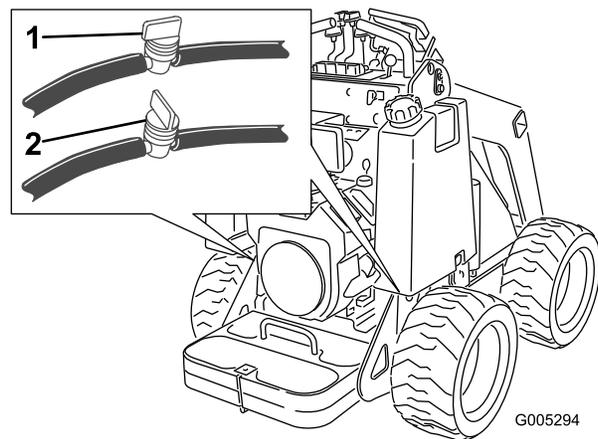

図 31
2. 各燃料タンクの下にある燃料バルブを閉じる **図 31**。
3. **図 31**のように、燃料タンクの下にあるホースについている燃料バルブを閉じる。
8. **図 31**に示すように、燃料タンクの下にあるホースについている燃料バルブを開く。